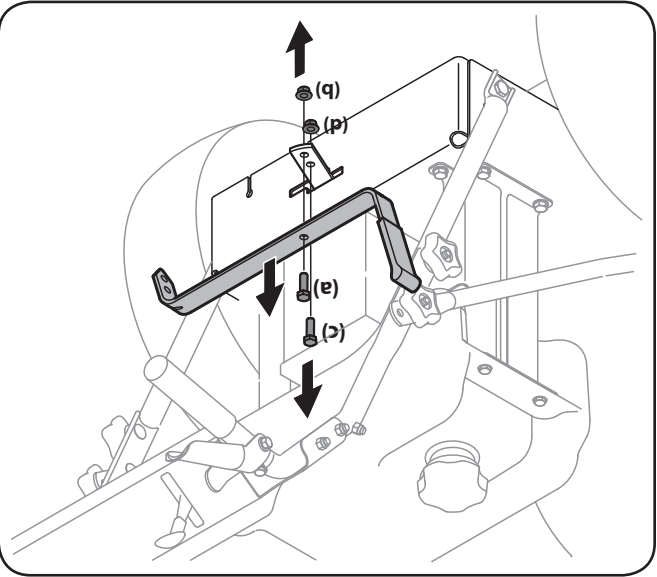

Figure 3-5
1. Retirez le boulon et l'écrou autobloquant qui fixent le levier de vitesses à la plaque du levier. Voir Figure 3-5.
2. Retirez le boulon et l'écrou de la plaque du levier de vitesses. Voir Figure 3-5.